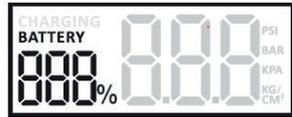

Fig.1
1. Druk op een willekeurige toets, het blauwe LCD-scherm licht op en geeft «Battery XX%» (Fig. 1) gedurende 30 seconden aan.